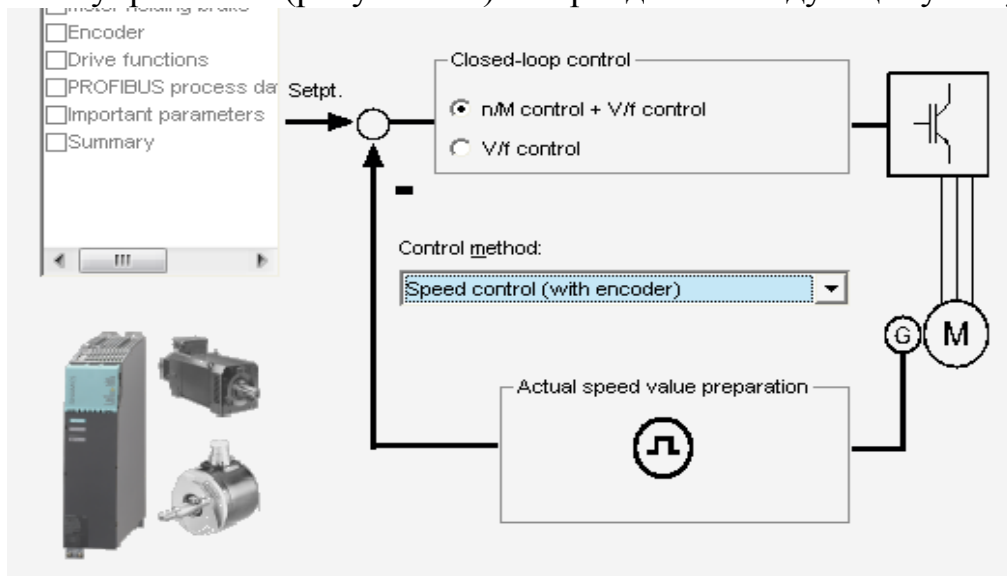

Рисунок 3.4 – Выбор разомкнутой или замкнутой системы управления
8) В следующем окне выберите разомкнутую или замкнутую системы управления (рисунок 3.4) и перейдите к следующему окну.